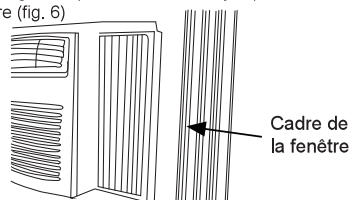

Fig. 6
B. Allongez les panneaux latéraux jusqu'au cadre de la fenêtre (fig. 6)